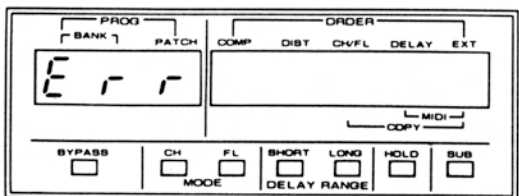

図4-04
* 128番以上のプログラム・ナンバーを設定しようとエラーとなりORDER表示 [18] に“Err”表示(図 4-04)がされますので、再入力又はPROGモード・キー [35] を押して下さい